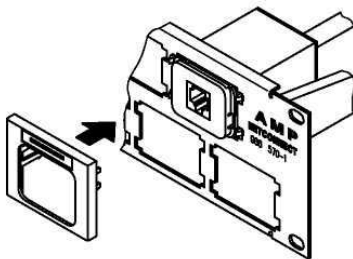

Figure 11 / Abbildung 11
20. Attach the plastic bezel to the panel (see figure 11).
20. Abdeckrahmen montieren (siehe Abbildung 11).